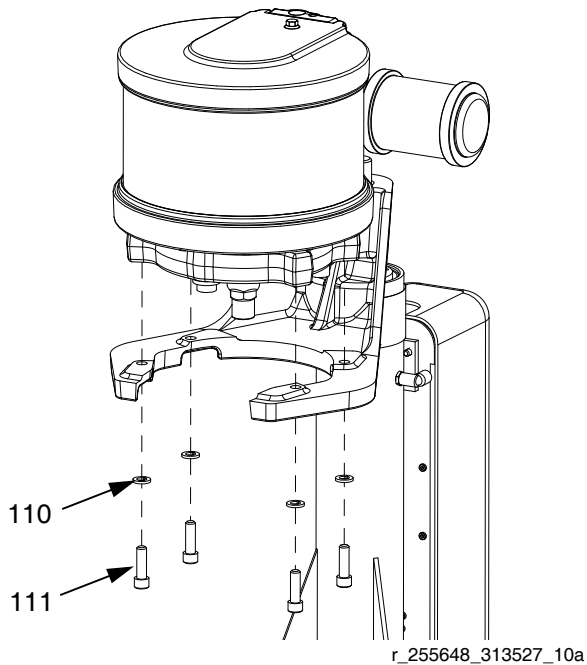

ABB. 28
1. Motor mit Schrauben (111) und Unterlegscheiben (110) an Halterung befestigen. Siehe ABB. 28.